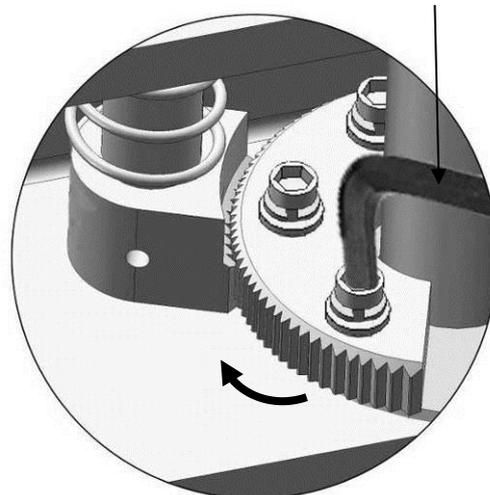

Fig. 43
4. Прижмите шестеренку к фиксатору и затяните болт (See Fig.43).